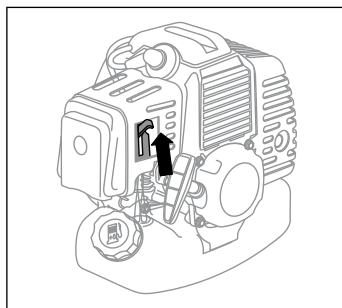

рис. 4
4. Переведите рычаг воздушной заслонки в верхнее положение – /| «Закрыто» (рис. 4).
7. Переведите рычаг воздушной заслонки (рис. 4) в нижнее положение ||| «Открыто».
1. Переведите рычаг воздушной заслонки в нижнее положение – ||| «Открыто» (рис. 4).